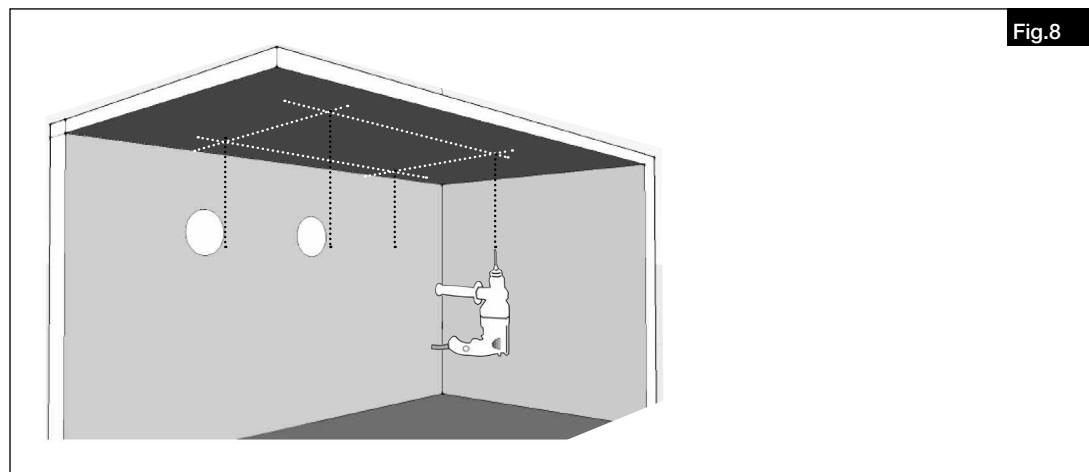

Fig.8
2. Percer les trous pour les tiges filetées (voir Fig.8).